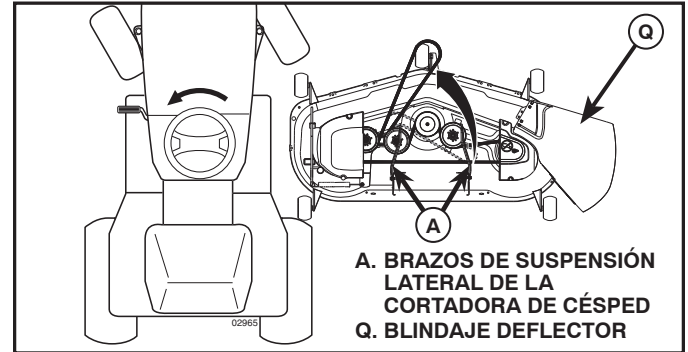

Fig. 8
**4. DESLICE LA CORTADORA DE CÉSPED DEBAJO DEL TRACTOR (Vea Fig. 8)**
**AVISO:** asegúrese de que los brazos de suspensión lateral de la cortadora de césped (A) estén orientados hacia adelante antes de deslizar la cortadora de césped debajo del tractor.